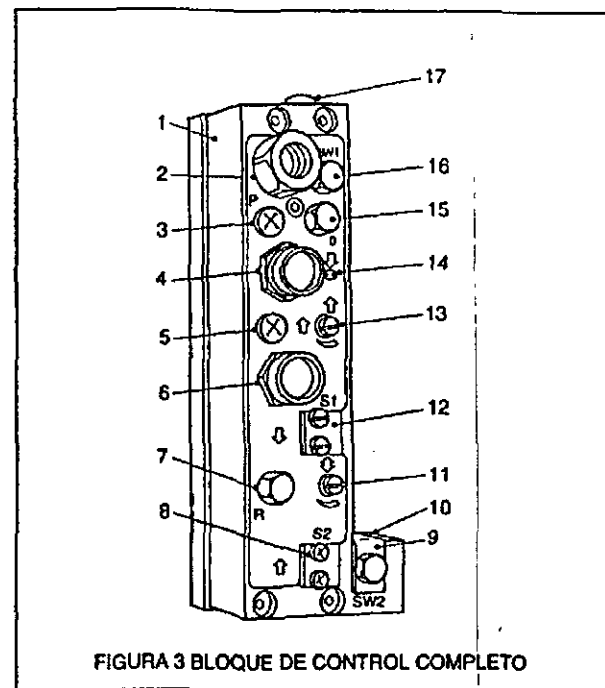

FIGURA 3 BLOQUE DE CONTROL COMPLETO
VÁLVULA DE CONTROL (FIGURA 3)
Abrir por completo (13) en la figura 3.